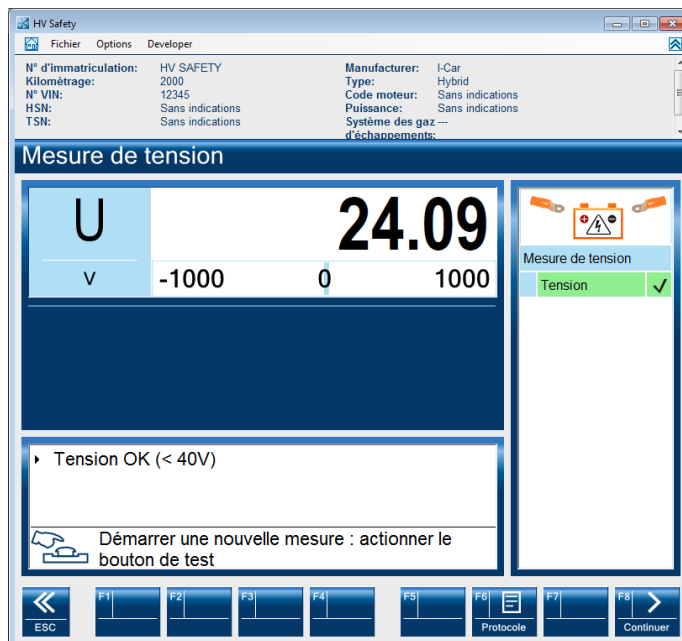

Fig. 3-5
- Le résultat de mesure est affiché, voir fig. 3-5.